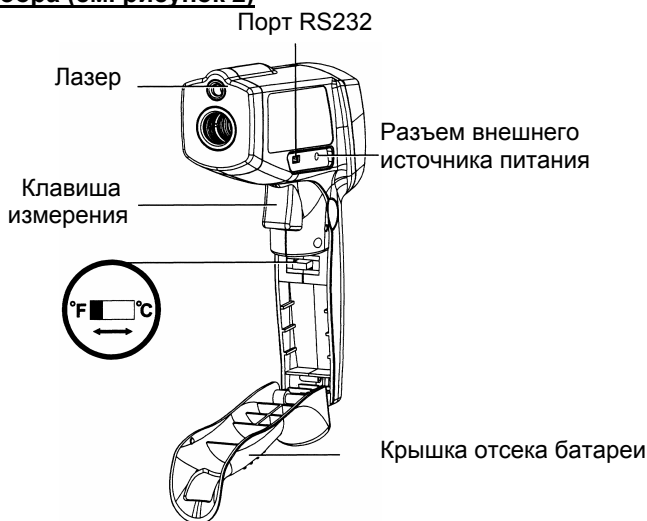

Рисунок 2
1. Элементы прибора (см. рисунок 2)
(1) ЖК-дисплей. При нажатии клавиши измерения (см. рисунок 2) в течение 1 с на ЖК-дисплее будет отображаться все его элементы, а также номер версии прошивки программы прибора (VERxx), а затем результат текущего измерения, индикатор SCAN и значение коэффициента черноты – EMS (установка изготовителя 0,95). При отпускании этой клавиши на ЖК-дисплее будет отображен индикатор HOLD, а показание последнего результата измерения останется еще в течение около 30 секунд. После чего прибор автоматически выключится.
(2) Кнопка включения/выключения лазерного прицела и подсветки ЖК-дисплея. Выбор режима для лазерного прицела и подсветки ЖК-дисплея осуществляется последовательным нажатием этой кнопки при режиме HOLD. Контроль выбранного режима производится по отображению соответствующих индикаторов на ЖК-дисплее. При наличии индикатора включенной подсветки ЖК-дисплея и после нажатия любой кнопки подсветка автоматически включается приблизительно на 7 секунд.
(3) – (6) Кнопка (3) позволяет выполнить настройку прибора, а также выбрать режим отображения для дополнительного цифрового индикатора (последовательность выбора: PLY -> CLR -> MAX -> MIN -> AVG -> DIF -> HAL -> LAL -> SNG -> EMS).